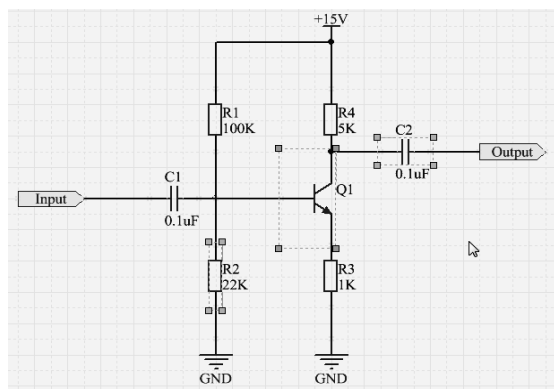

图 4-1-9 选中 R2、Q1 和 C2
- ③ 在终点处单击，则这三个对象全部选中，如图 4-1-9 所示。
(5) Edit → Select → All 命令。此命令的作用是选中当前原理图中的所有对象。该命令对应的快捷键是【Ctrl】+【A】组合键。